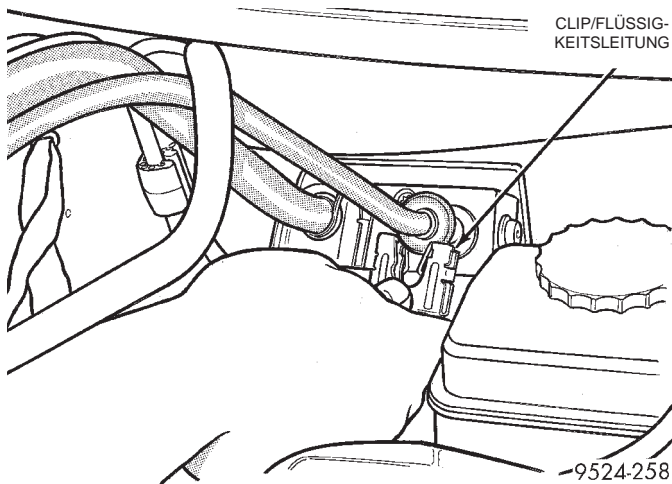
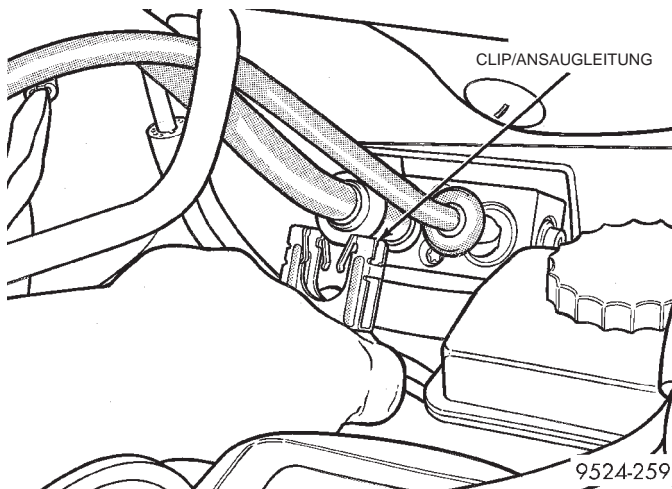

Abb. 44 Clip der Flüssigkeitsleitung
Abb. 45 Clip der Ansaugleitung
(1) Kältemittel mit einer geeigneten Kältemittel-Auffangvorrichtung aus der Klimaanlage ablassen.
(2) Clips von den Leitungen des Expansionsventils lösen (Abb. 44) und (Abb. 45).